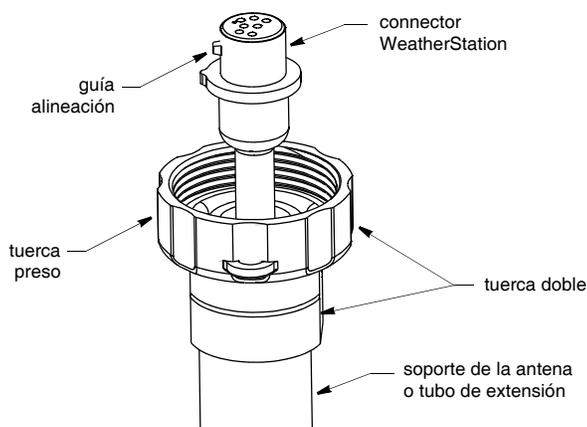

Figura 5. Conexión del cable al WeatherStation Instrument
1. Una vez que tenga el cable del conector WeatherStation a la altura de la tuerca doble, páselo por el tubo de extensión (si se utiliza), el soporte de la antena y la salida de cable. Asegúrese de dejar varios centímetros de cable más allá de la tuerca doble (figura 5).
5. Verifique que la fuente de alimentación esté desconectada y conecte los hilos al visor (figura 5).